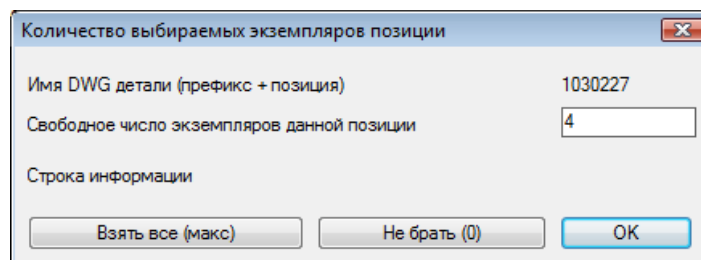

Рисунок 16. Окно **Количество выбираемых экземпляров позиции**
Отбор деталей в создаваемую ГСР ведется с помощью трех верхних кнопок центрального столбца (описаны выше). Если кратность детали больше 1, то пользователю предоставляется возможность указать, какое число экземпляров данной позиции следует перенести направо (если кратность равна 1, то дополнительный запрос не выводится). При выборе строки в левой части и нажатии кнопки  выводится диалоговое окно **Количество выбираемых экземпляров позиции** (рис. 16):
Нажатие кнопки **ОК** задает выбор позиции с тем числом экземпляров позиции, которое ввел пользователь (например, 1). Значение 0 означает отказ от переноса данной позиции. Кроме того, предусмотрены еще две кнопки, действие которых не зависит от того, что введено в поле **Свободное число экземпляров данной позиции**: **Взять все (макс)** и **Не брать (0)**. Все три кнопки закрывают диалоговое окно (см. рис. 16) с соответствующим действием.